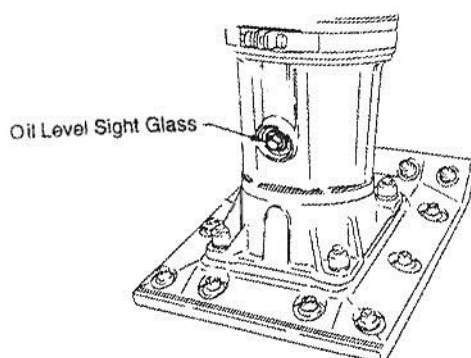

Рис. 13 Сливное отверстие пружинного цилиндра
- Осушите масляный картер пружинного цилиндра через сливное отверстие. (Рис. 13). Залейте 800 мл. свежего моторного масла 10W-30. Уровень должен быть посередине смотрового окошка. Первая замена должна быть произведена после 50 часов работы.